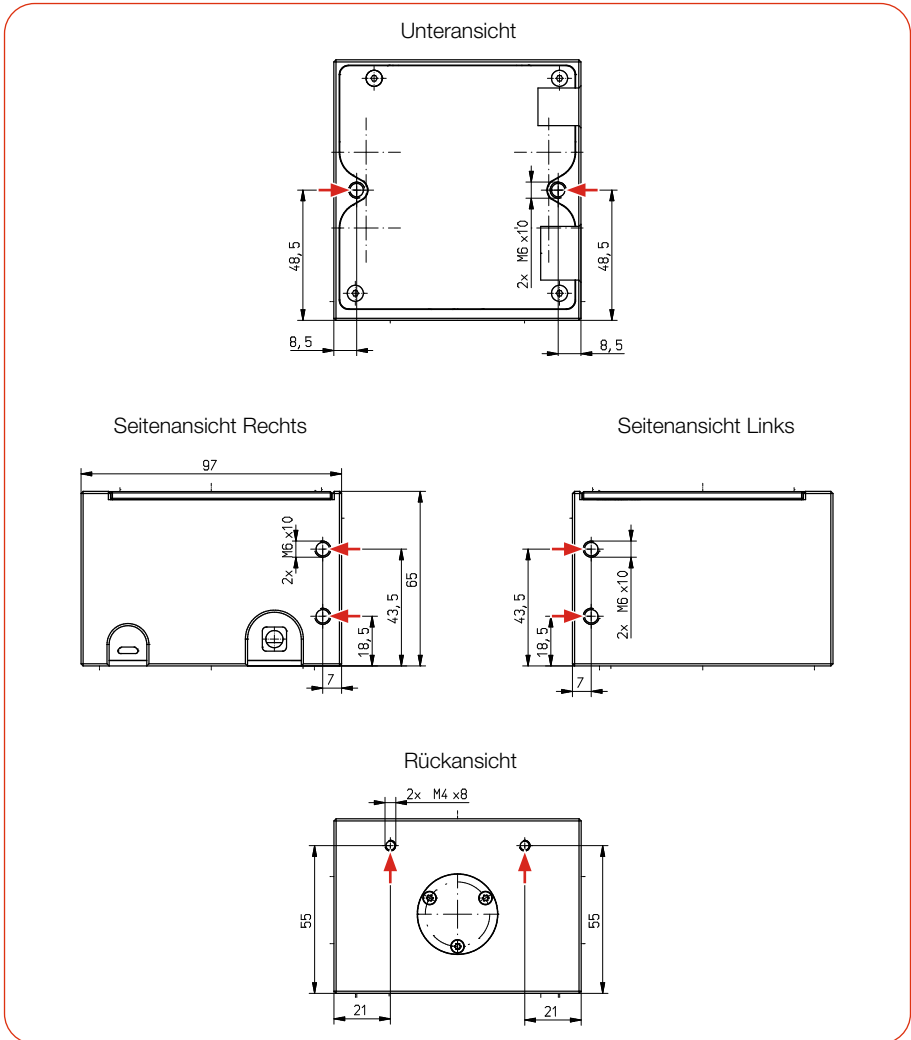

Abb. 7.2: Befestigungsgewinde im Gehäuse (Maße in mm)
1. Montieren Sie das Gerät gemäß der Abb. 7.2 auf Seite 22 an den Befestigungsgewinden.
3. Schrauben Sie die Befestigungsschrauben heraus (siehe Abb. 7.2 auf Seite 22).